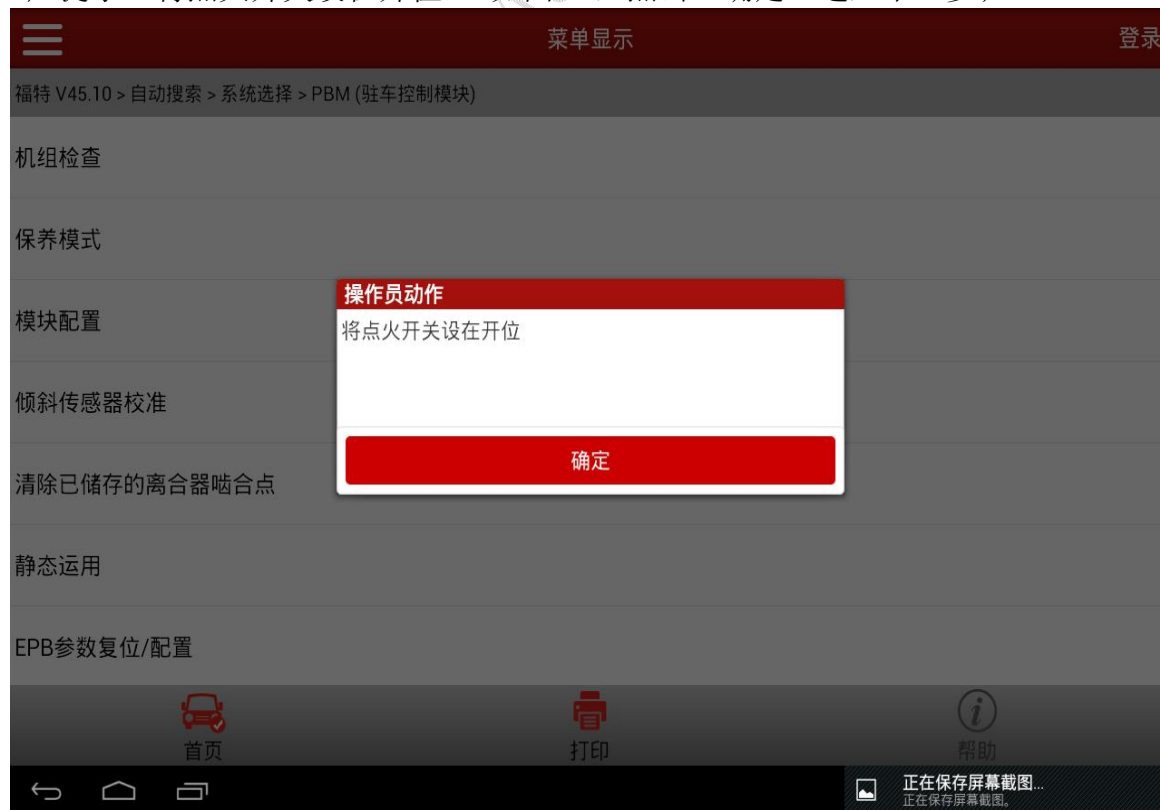

图 3
3). 提示: 将点火开关设在开位。(如图 3), 点击“确定”进入下一步;